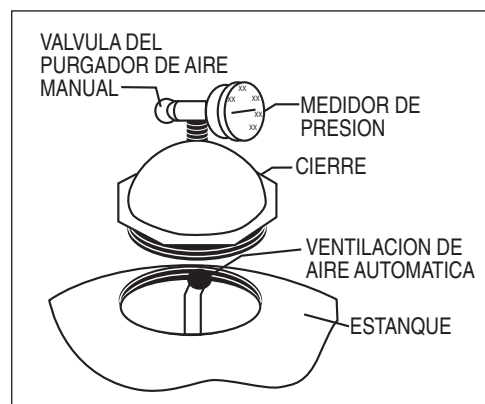

Figura 1.
- Pivotee el difusor fuera del centro del estanque en los TR40, 50, 60, TR60 ClearPro, 100 y 140 rotando el conjunto del difusor en el sentido contrario en que giran las manillas del reloj. (**AVISO:** El conjunto del multidifusor no se debe mover en los modelos TR100HD, TR100C, TR100C-3 y TR140C, TR140C-3. Después de instalar el material del filtro tal como se ha descrito a continuación revise para verificar que las partes superiores de los difusores estén paralelas con la parte superior de la capa de arena.) Llene el estanque con agua hasta alrededor de la mitad. Vacíe gravilla primero (si se va a usar) y luego arena en la parte superior del filtro lentamente de modo que el impacto del material del filtro no dañe los laterales. Vea la información en la Tabla 2 en este manual para verificar la cantidad de arena y grava adecuada. Llene el filtro al nivel adecuado para mantener el espacio libre (vea la Tabla 2). Pivotee el conjunto del difusor de nuevo a su posición vertical si es que se movió. Asegúrese que la ventilación de aire automática está sobresaliéndose en la parte superior del cierre tal como se indica a continuación en la Figura 1. Asegúrese que la ventilación de aire automática está en el centro del cierre del filtro. Lave toda la arena alrededor de la abertura roscada en la parte superior del estanque.